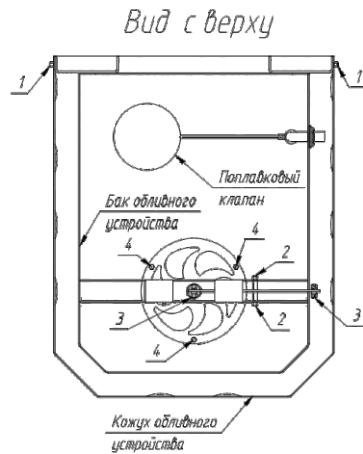

Рис. 4
- 6** Установите декоративный кожух на бак обливного устройства и закрепите его при помощи болтов 1 (см. рис. 4)
- 3 снимите декоративный кожух с бака обливного устройства открутив болты 1 (см. рис. 4)
- 6 отсоедините рычаг слива от сливного механизма раскрутив гайки 2 и 3 (см. рис. 4)
- 7 извлеките сливной механизм из бака обливного устройства раскрутив гайки 4 (см. рис. 4)